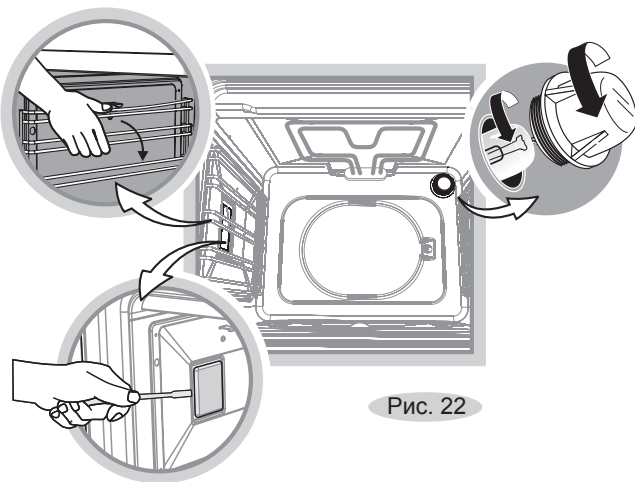

Рис. 22
- Открутите стеклянный плафон (рис. 22).